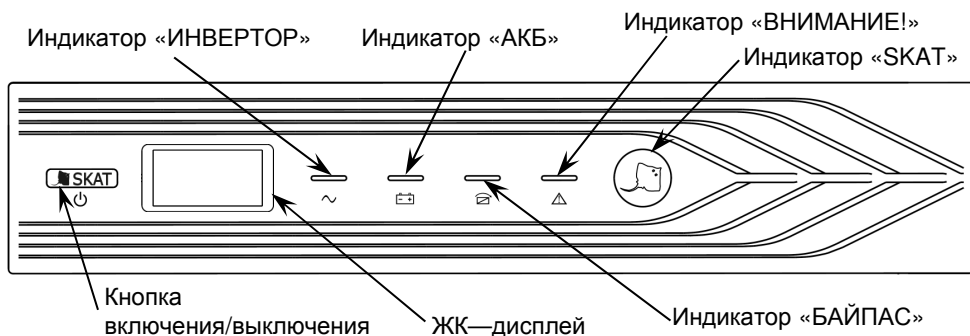

Рисунок 7 — Общий вид передней панели ИБП
- на передней панели включится индикатор «SKAT» (см. рисунок 7);